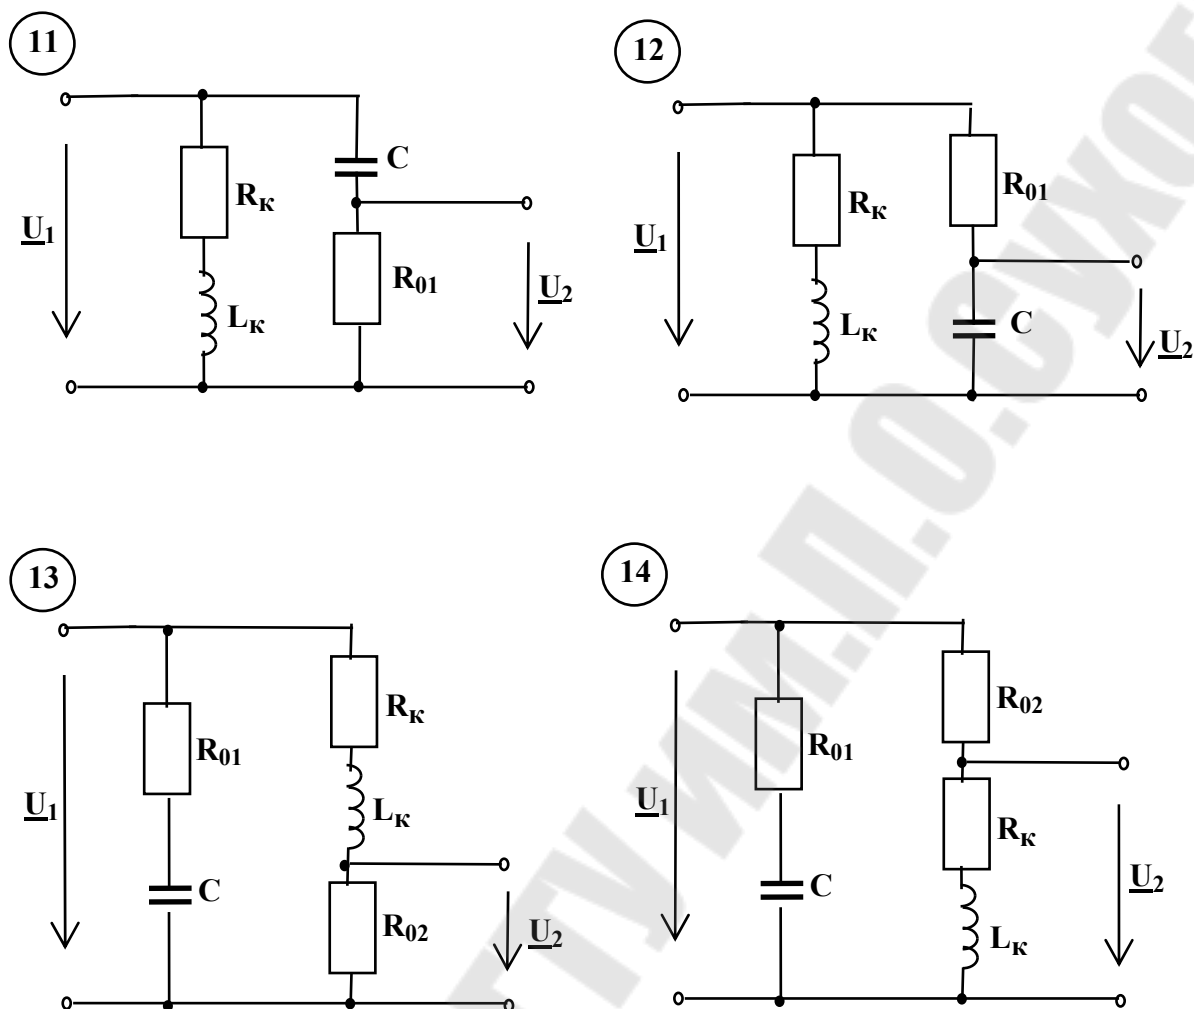

Рис.10.2
1. Рассчитайте АЧХ и ФЧХ электрической цепи (рис.10.2) согласно выданного преподавателем варианта. Электрические величины и параметры схемы задаются в следующих диапазонах: